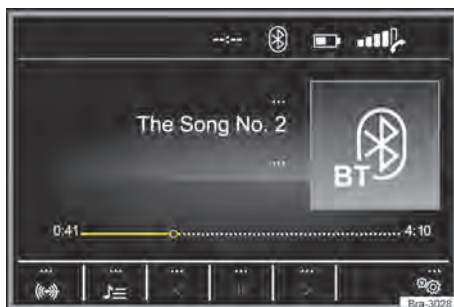
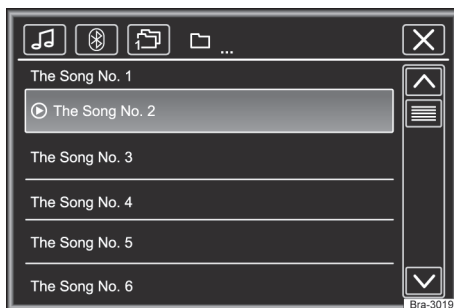

Fig. 127 Menu principal de mídia.
Fig. 128 Operação do rádio: lista de estações.
– Pressionar o botão **MEDIA** para abrir o menu principal **MEDIA** → Fig. 127.
As fontes de mídia que são reproduzidas atualmente são exibidas na superfície de função na parte inferior esquerda → Fig. 127.
Legenda da → Fig. 127 e → Fig. 128: